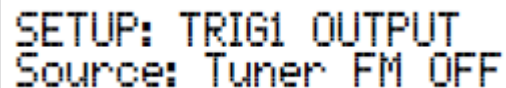

Рисунок 22
7.Последовательно нажимайте регулятор VOLUME до тех пор, пока опция Меню Источника на входе “SETUP: TRIG1 OUTPUT, Source: TUNER FM OFF” не будет отображена на Фронтальном дисплее. Смотрите рисунок 22.